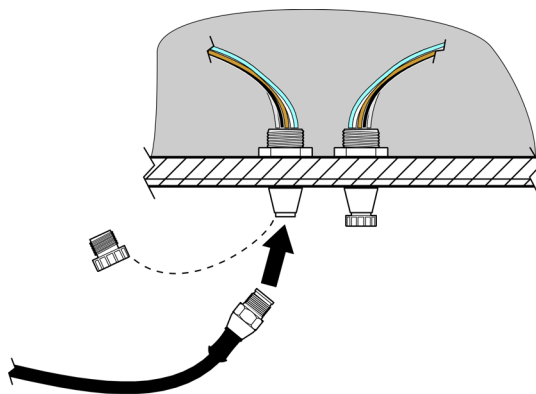

Figure 6 Relier la sonde au transmetteur au moyen du système de raccordement rapide
1. Dévissez le bouchon protecteur sur la fiche du transmetteur (Figure 6). Gardez le bouchon pour pouvoir reboucher la fiche au cas où il faudrait retirer la sonde.